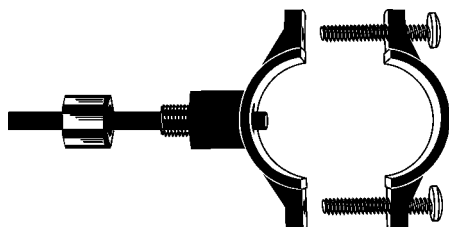

Рис. 13
3. Трубку, предварительно смазанную силиконовой смазкой, вставьте в скобу дренажного хомута с резьбовым отверстием (рис. 13). Край трубки должен выступать примерно на 4—5 мм от внутренней части скобы. Закрутите накидную гайку хомута.